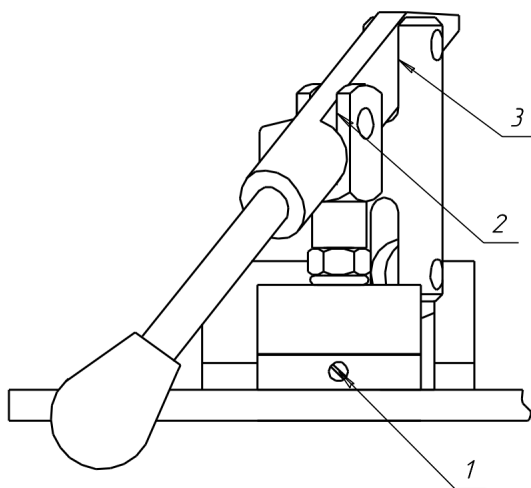

Рисунок 8. Узел ручного насоса
6.8 На ручном насосе открутите винт 1 (рисунок 8) на  $\frac{1}{2}$  оборота.